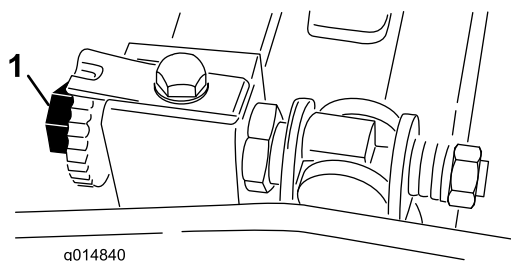

図 39
つゆっくりと)。新聞紙を前から(ベッドナイフの上面に平行に)入れると軽く挟まれ、引き抜くのに少し力が必要な程度に調整する(図 39)。
2. ベッド・バー調整ネジ(図 39)を左に回して、リールと下刃の接触を完全になくす。